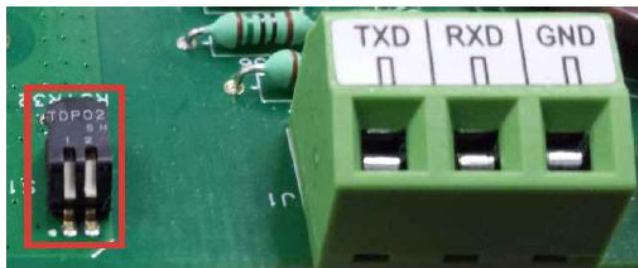

图 4-3: 计量开关位置
- 如果也要求复位校秤数据，则把 SW1-1，SW1-2 同时设定到 ON 位置，如图 4-3 所示。